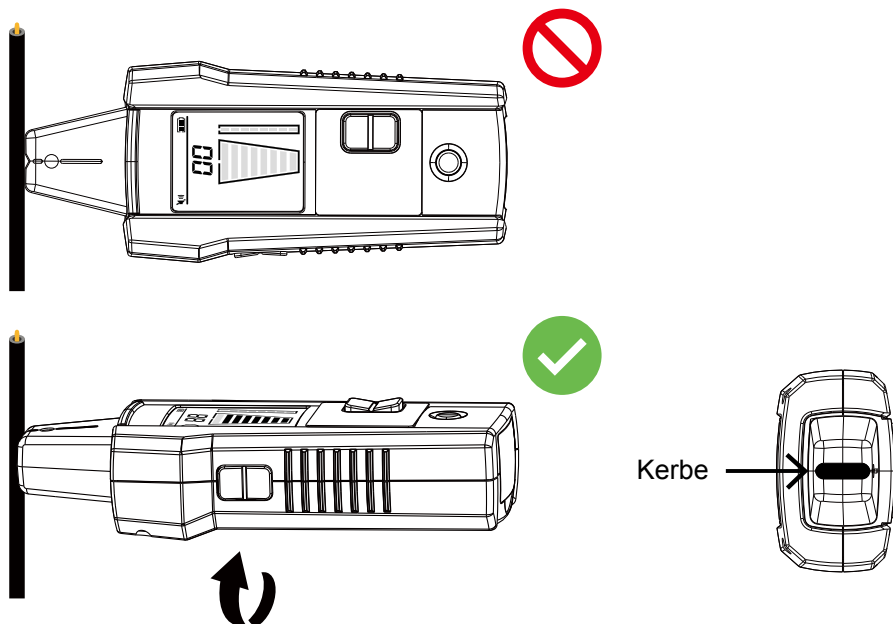

Fig. 3.1e: Justering af probespidsensorens rille
3. Hold rillen på sensorspidsen i ledningens retning, for at opnå de bedste resultater, når du sporer strømførende ledninger, som vist på fig. 3.1e. Signal kan muligvis ikke spores, hvis sensorspidsen ikke sidder rigtigt. For at bekræfte ledningens retningen, skal du regelmæssigt dreje modtageren 90 grader. Signalstyrken er den højeste, når ledningen sidder i rillen på sensorspidsen.